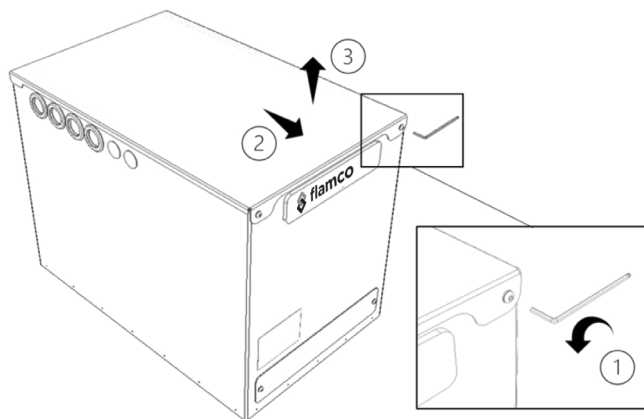

Figure 6 - Retrait du couvercle de la batterie de chauffage Flextherm Eco G2 D
- Retirer le couvercle. Le couvercle est fixé par 2 vis à tête cylindrique M5 à l'avant et deux goupilles de positionnement à l'arrière (Figure 6) :
- o (1) Retirer les 2 vis à tête cylindrique M5 à l'aide d'une tête hexagonale de 3 mm et les mettre de côté.
- o (2) Faire glisser le couvercle vers l'avant, (3) puis soulever le couvercle et le mettre de côté.